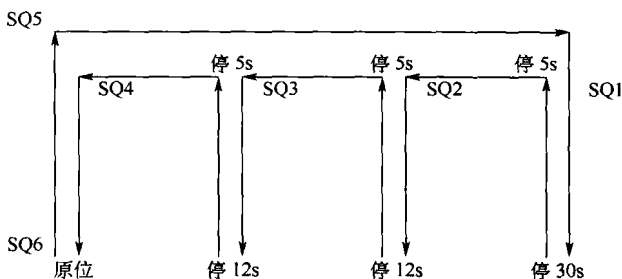

图 3-29 电镀槽示意图
1. 电镀生产线控制。控制要求：如图 3-29 所示，SQ1 ~ SQ4 为行车进退限位开关，SQ5、SQ6 为上、下限位开关；工件提升至 SQ5 停，行车至 SQ1 停，下降工件至 SQ6，停在电镀槽 30s；工件升至 SQ5 停，滴液 5s；行车退至 SQ2 停，下降工件至 SQ6，定时 12s，工件升至 SQ5 停，滴液 5s，行车退至 SQ3 停，下降工件至 SQ6，定时 12s，工件升至 SQ5 停，滴液 5s，行车退至 SQ4 停，下降工件至 SQ6，完成一次循环。